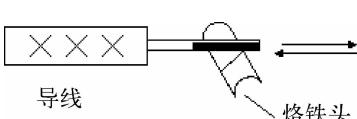

图 1-2-19 电烙铁搪锡
(1) 电烙铁搪锡 适用于少量元器件和导线焊接前的搪锡。如图 1-2-19,用沾水海绵或湿布清洁烙铁头工作表面→加热引线或导线端头→在接触处加入适量有焊剂芯的焊锡丝→烙铁头带动熔化的焊锡来回移动。
(2) 搪锡槽搪锡 将导线或引线蘸少许焊剂,垂直插入搪锡槽焊料中并移动,搪上锡后再垂直取出。